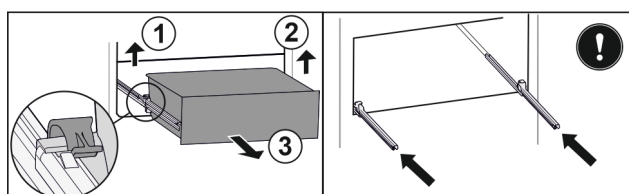

Fig. 103
- Sollevare il morsetto sinistro e allo stesso tempo tirare in avanti il cassetto sinistro. Fig. 103 (1)
- Sollevare il morsetto destro e allo stesso tempo tirare in avanti il cassetto destro. Fig. 103 (2)
- Rimuovere il cassetto tirandolo in avanti. *Fig. 103 (3)*